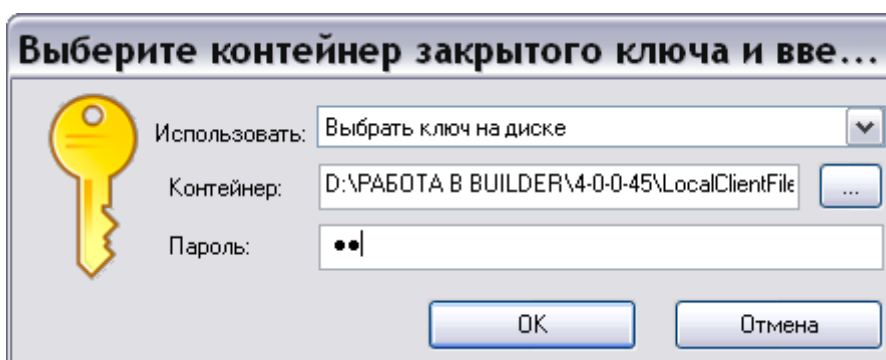

Рис. 21.209
4. Если выбрана усиленная подпись, то в появившемся окне добавьте файл контейнера и введите пароль (Рис. 21.209). В примере показан вариант с локальным файлом контейнера.